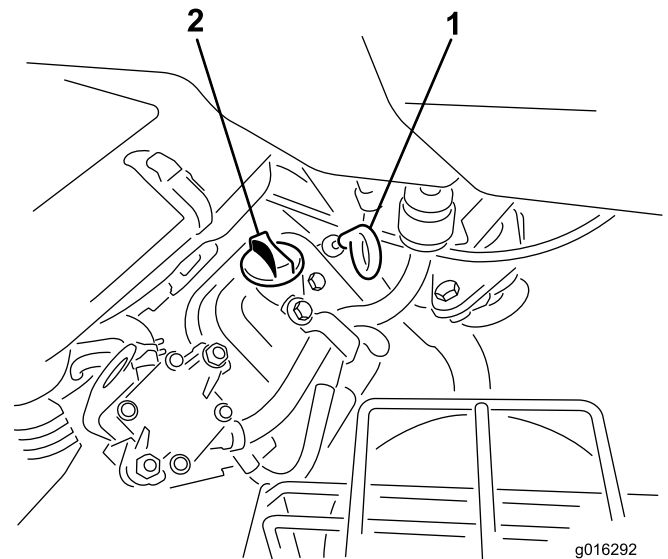

Bild 28
2. Nehmen Sie den Peilstab heraus und wischen Sie ihn mit einem sauberen Lappen ab. Stecken Sie den Peilstab in das Rohr und stellen Sie sicher, dass er vollständig eingeführt ist (Bild 28)